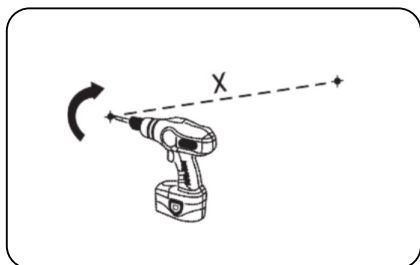

Рис. 1.3
3. Просверлите отверстия в стене под дюбели, которые поставляются в монтажном комплекте (Рис. 1.3)